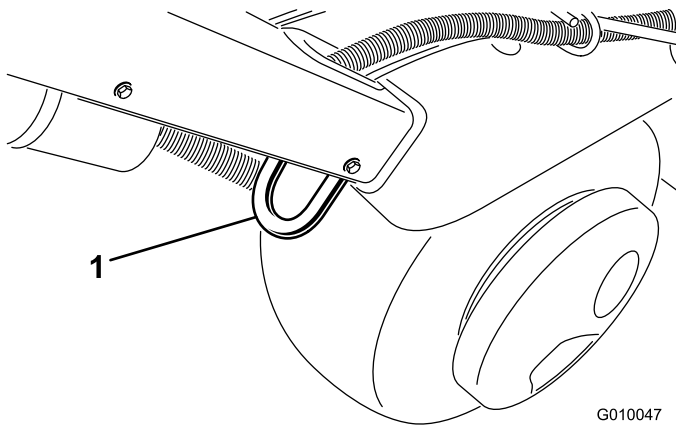
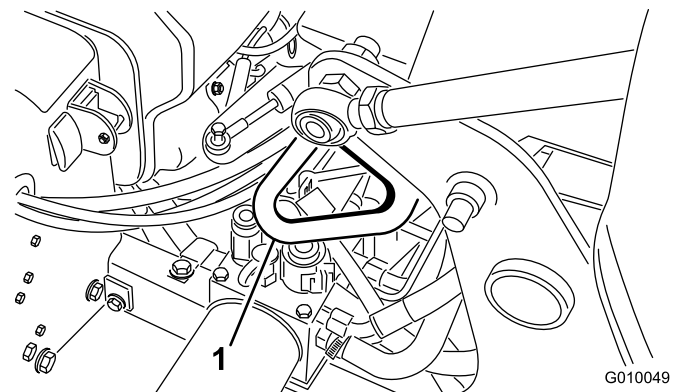

Bild 33
Bild 35
3. Befestigen Sie die Gurte des Aerifizierers sicher mit Riemen, Ketten, Kabeln oder Seilen auf dem Anhänger oder Lkw (Bild 33 bis Bild 35).